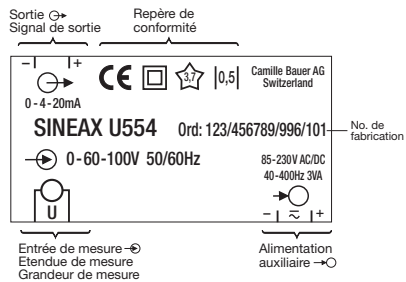

Fig. 5. Explication des inscriptions sur la plaquette signalétique.
- ... que les caractéristiques techniques qui permettent de résoudre le problème de mesure correspondent aux données mentionnées sur la plaquette signalétique du SINEAX U 554 (→ entrée de mesure, → sortie de mesure et → alimentation auxiliaire, voir Fig. 5)!